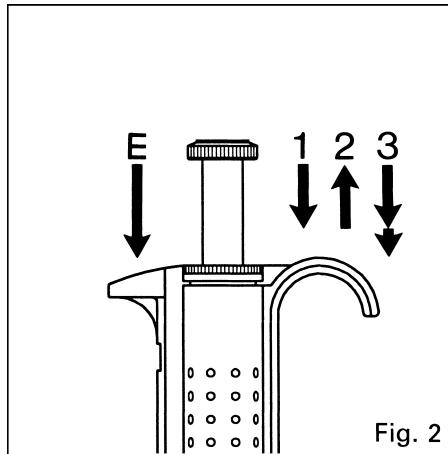

Fig. 2
PIPETTING OPERATION (Fig. 2)
Tip ejection Eject used tip by pressing ejector (E) as shown in Fig. 2. Change tip per recommendations in previous section.
PIPETTIERVORGANG (Abb. 2)
Spitzen-abwurf Abwerfen der gebrauchten Spitz erfolgt durch Betätigen des Abwurfschalters (E) gemäß Abb. 2. Neue Spitz aufsetzen.
OPÉRATION DE PIPETTAGE (Fig. 2)
l'embout le bouton éjecteur (E) selon Fig. 2. Changer d'embout selon les recommandations du paragraphe précédent.